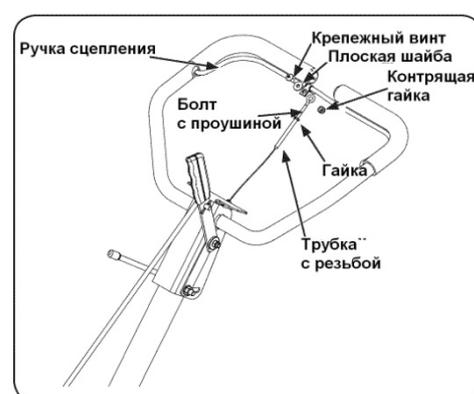

Рис.7
4. Отсоедините мелкий крепежный винт, самоконтрящую гайку и две шайбы от скобы сцепления. См. Рис.7.
6. Наверните болт с проушиной и гайку, ранее снятые, в трубку с внутренней резьбой на конце тросика. Резьбовое зацепление должно составлять  $\frac{3}{4}$ " ( 20 мм) длины резьбы. Закрутите гайку в противоположную сторону от конца тросика. См. Рис. 7.